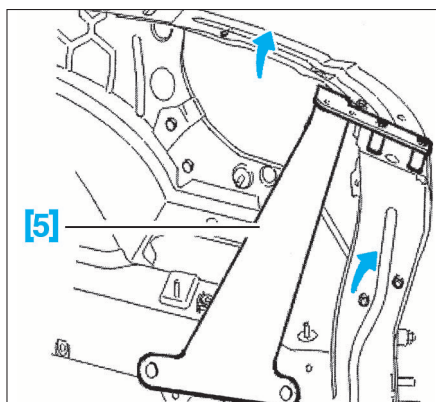

FIG. 4
- Poser et ajuster la demi-façade à l'aide du gabarit de positionnement [5] (Fig.4).